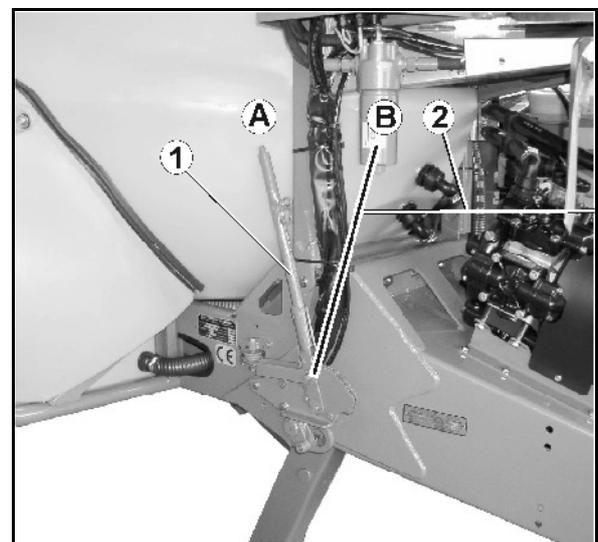

Fig. 32
- Parkeringsbremse (Fig. 32/1)
- o løsnet (Fig. 32/A)
- o aktiveret (Fig. 32/B)
- Sikkerhedsline (Fig. 32/2)